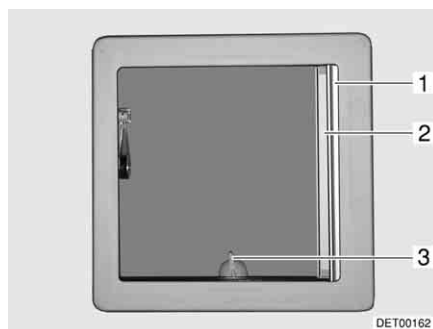
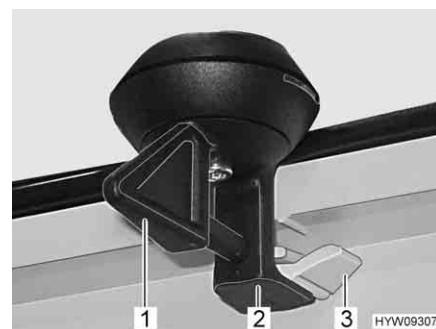

Fig. 73 Oblò inclinabile
Fig. 74 Bloccaggio (oblò inclinabile)
- Ruotare la leva (Fig. 74,1 o Fig. 73,3) di un quarto di giro.
- Girare la leva di un quarto di giro. Il bloccaggio (Fig. 74,2) deve entrare nell'aggancio inferiore (Fig. 74,3).
- Tirare la tendina oscurante pieghevole (Fig. 73,1) fino alla posizione desiderata e rilasciare. La tendina oscurante pieghevole rimane in questa posizione.
- Chiusura:** ■ Estrarre la zanzariera a rullo (Fig. 73,2) fino a quando non scatta il bloccaggio dalla parte opposta.